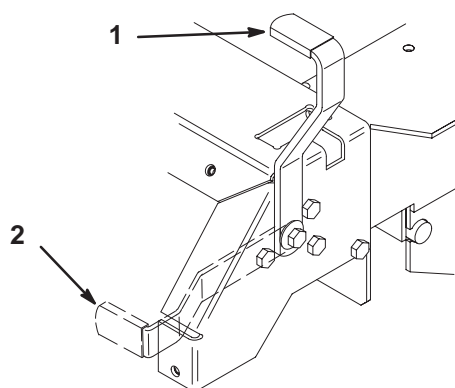

Figure 10
1. Mettez les leviers de commande de déplacement (Fig. 10) en position de verrouillage du point mort.
2. Tirez le frein de stationnement en arrière et vers le haut pour le serrer (Fig. 10). Une fois serré, le frein de stationnement ne doit plus bouger.
Poussez le levier du frein de stationnement vers l'avant et vers le bas (Fig. 10) afin de le desserrer. Le frein de stationnement est alors desserré.